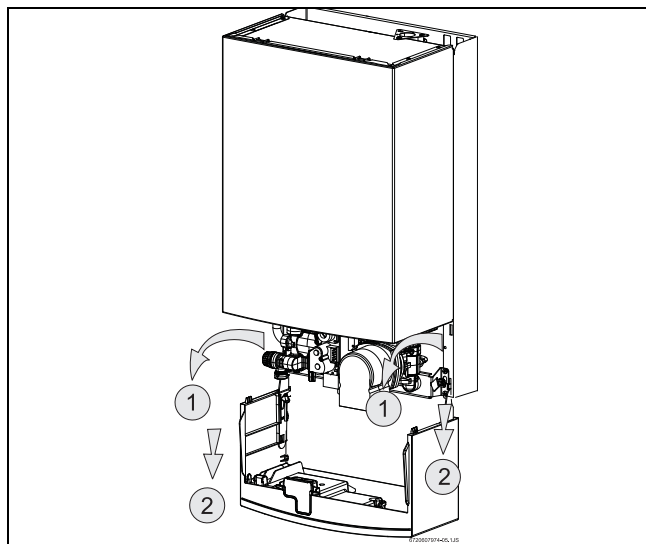

Fig. 10 Posição de serviço para acessibilidade à hidráulica e à electrónica
- Para retirar completamente o painel de comandos estando posicionado segundo a Fig. 10, levante e puxe-o na sua direcção.